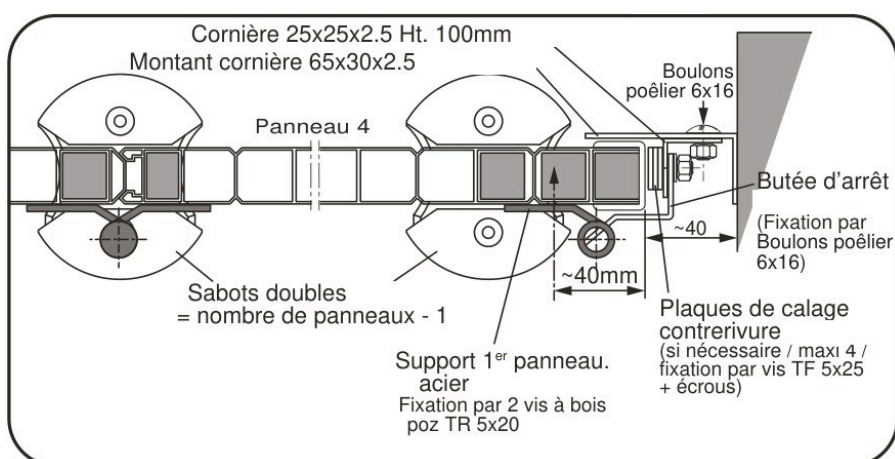

Figure 20 — Pose en tunnel, le côté opposé au portillon vu de dessus : environ 40 mm entre le bout de la porte et le mur
1. Présentez les deux cornières de 65 × 30 mm contre les murs de côté et fixez-les avec des **tirefonds Ø 6 d'au moins 80 mm de long** (non fournis). Fermée, la porte s'arrête à environ 40 mm de chaque mur (figure 4 et figure 20).